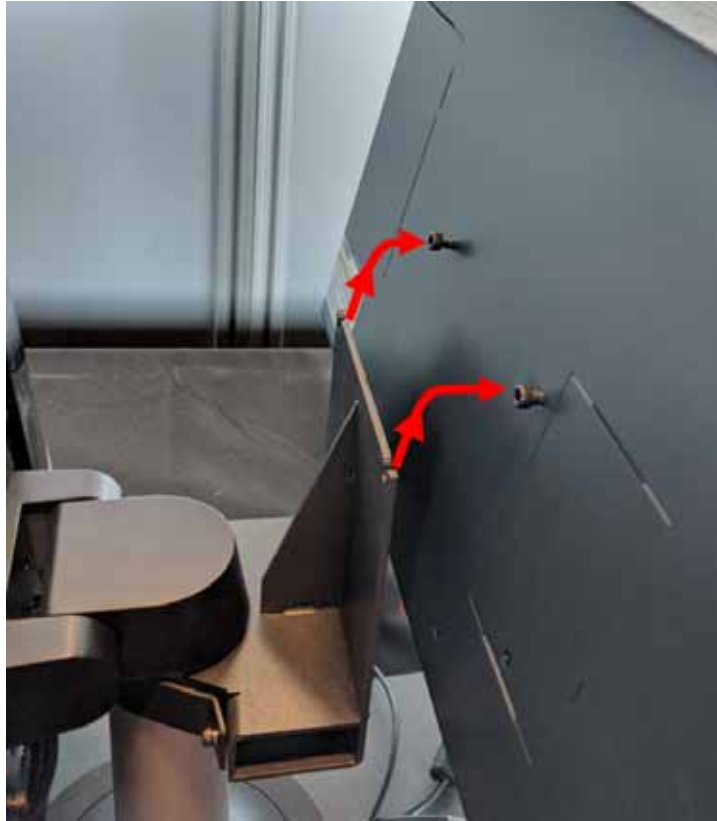

Figura 15-19 Rimuovere la MCU dalla staffa
7. Tenere saldamente la MCU e farla scorrere verso l'alto fino a quando le viti avranno liberato le fessure di montaggio superiori; tirare in avanti per rimuovere la MCU dalla staffa di montaggio. Consultare la Figura 15-19.